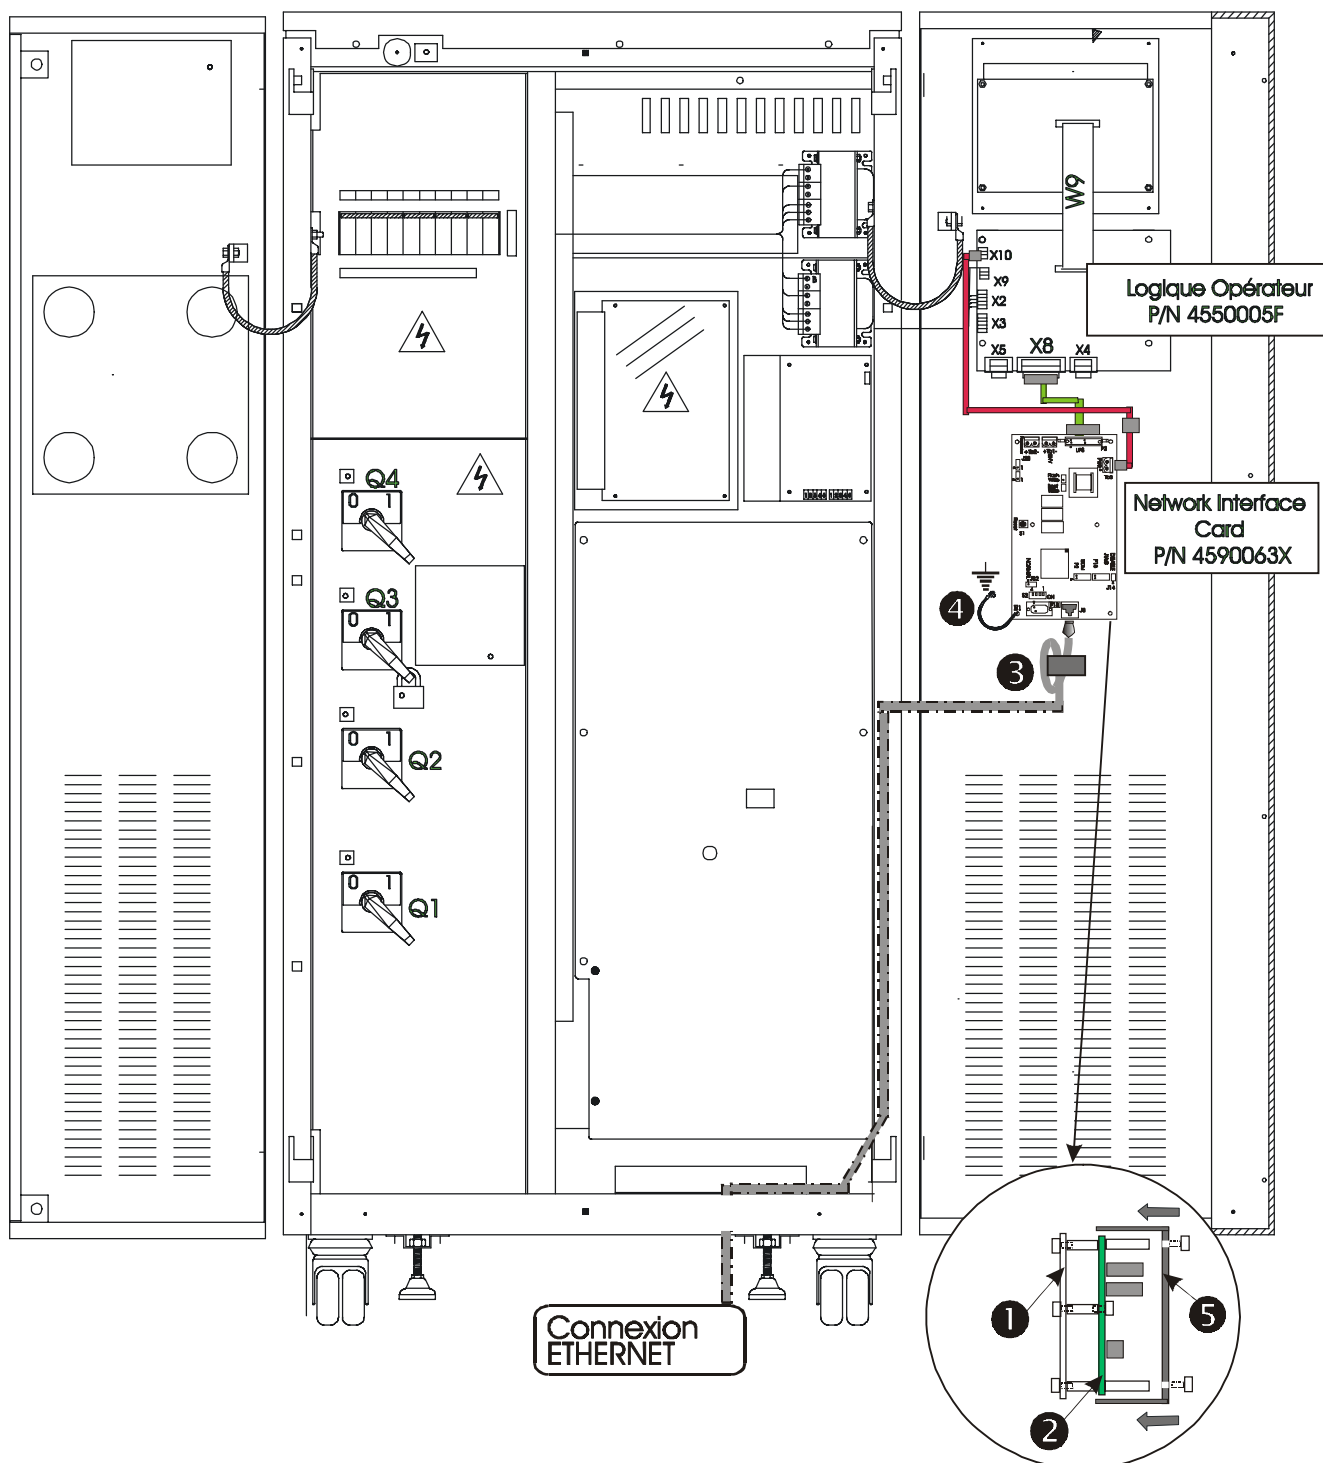
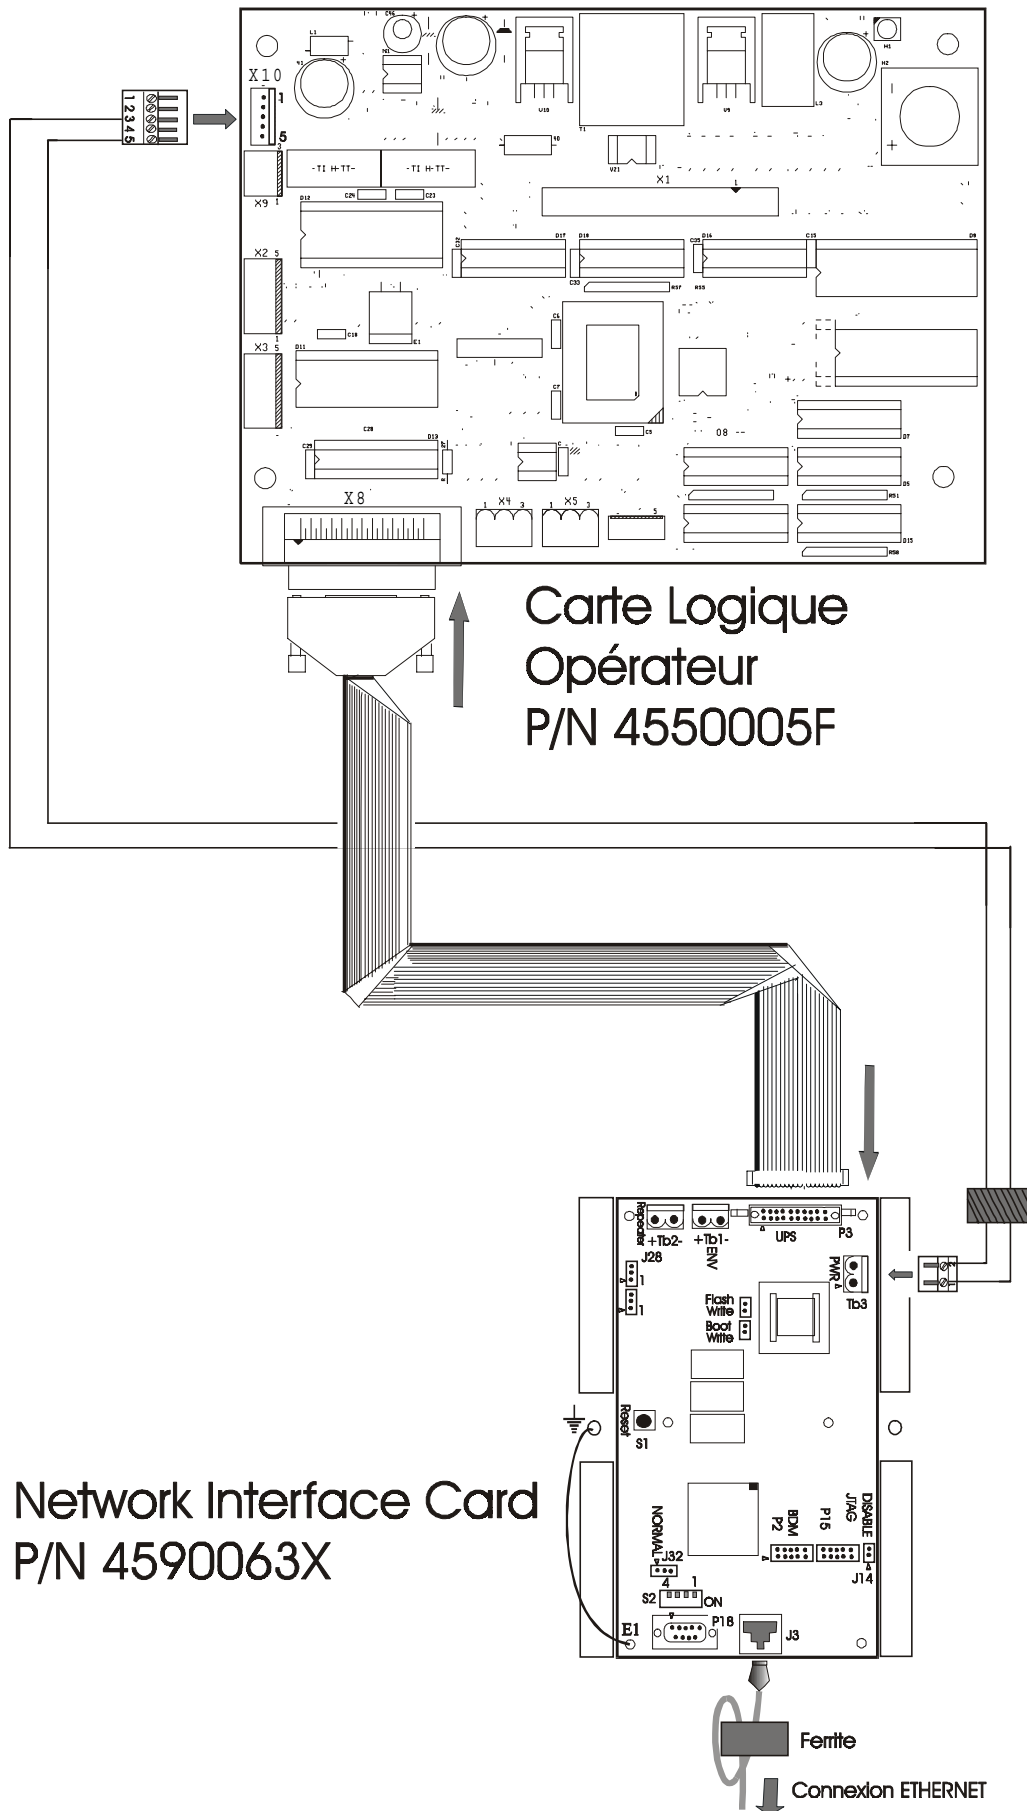

Figure 2-1 – Emplacement du kit P/N 4645114G à l'intérieur de l'armoire Série 7200.
Figure 2-3 – Connexions de la NIC à la carte Logique Opérateur.
Il faut utiliser deux connexions : une permanente avec le réseau Ethernet (voir Fig. 2-3) et l'autre sérielle provisoire pour configurer et prédisposer la NIC (voir Fig. 4-1).
La carte Logique Opérateur et la NIC se trouvent à l'arrière de la porte d'accès de l'ASI (voir Figures 2-1 et 2-2) ; elles sont protégées par une couverture métallique et elles sont connectées aux autres cartes électroniques de l'ASI. La NIC connecte l'ASI au NMS via une prise terminale RJ45 (J3) (Voir Figure 2-3).
La NIC est installée à l'arrière de la porte d'accès de l'ASI (voir figure 2-1).
1. Monter la plaque en aluminium ❶ de la NIC ❷ sur la position à l'intérieur de l'appareil (voir Figure 2-3), en utilisant les vis livrées avec l'appareil.
Effectuer les connexions de puissance et de signal sur les connecteurs de la NIC en suivant la Figure 2-3
4. Préparer un câble (type Catégorie 5, suivant les descriptions du paragraphe 2.5.1) du réseau ETHERNET à la prise RJ45 (J3 sur la NIC), en l'enroulant de deux tours sur la ferrite ❸ fournie avec le kit.
6. Fixer le câble de sortie au réseau ETHERNET en suivant le parcours des câbles (voir Fig. 2-1) à l'aide des bagues fournies avec l'appareil.
7. Monter la couverture métallique ❹ (fournie) en ayant soin de connecter le câble de mise à la terre ❺ de E1 sur la NIC à la structure de l'armoire, à l'aide d'une vis de fixation de la couverture.
1. Enlever la « pièce métallique » de blocage ❶ au modem interne.
2. Enlever la couverture métallique ❷ protégeant la carte Logique Opérateur (4550005F).
3. Monter la NIC ❸ à l'intérieur de la niche du modem (voir Figure 2-3) en utilisant les vis fournies avec l'appareil.